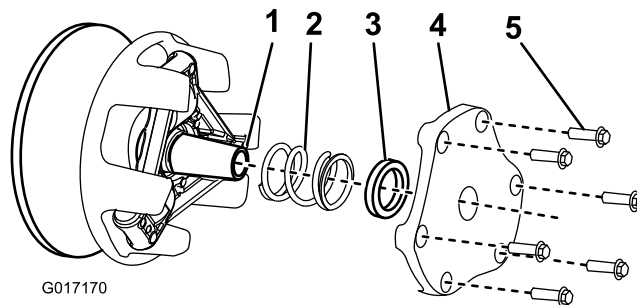

Figura 61
4. Aparte la tapa, el espaciador y el muelle (Figura 61).